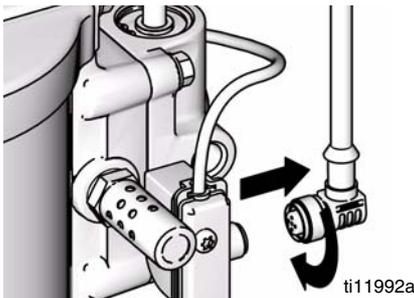

FIG. 9. Déconnecter le DataTrak
1. Dévisser le fil de l'arrière de l'assemblage du commutateur à lames. Voir FIG. 9.